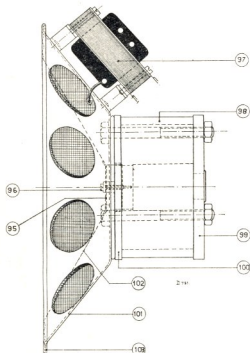

Fig. 9
- dat voor- en achterplaat (fig. 9 pos. 99 en 100) in geen geval van de magneet getrokken worden, deze zou ook daardoor verzwakken. Voor uitwisseling van de ringvormige magneet (pos. 98) moet dus de gehele luidspreker naar Philips opgezonden worden.